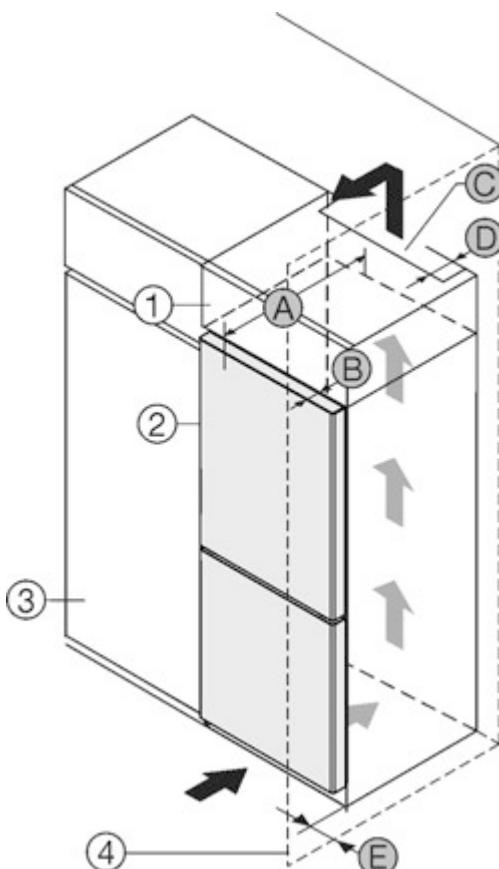

Fig. 1
Ви можете встановити пристрій безпосередньо поряд із кухонною шафою Fig. 1 (3).
Зі зворотного боку шафи для встановлення на пристрій слід передбачити вентиляційну шафу завглишки Fig. 1 (D) на всю ширину цієї шафи.
Слід дотримуватись вентиляційного отвору Fig. 1 (C) в стелі приміщення.
Якщо пристрій із шарнірами встановлюється поряд зі стіною Fig. 1 (4), відстань між пристроєм і стіною повинна бути не менше 13 мм.
Якщо пристрій із шарнірами встановлюється поряд зі стіною Fig. 1 (4), відстань між пристроєм і стіною повинна бути не менше 20 мм.
Щоб мати можливість повністю відкривати дверцята, потрібно, щоб пристрій виступав на відстань глибини дверцят Fig. 1 (B) відносно передньої панелі кухонної шафи. Залежно від глибини кухонних шаф Fig. 1 (3) та використання пристінних розпірок пристрій може ще більше виступати вперед.